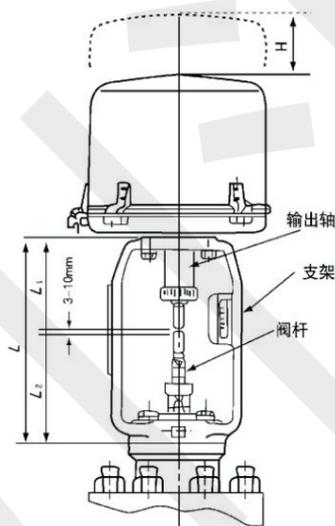

图5
5.1 由于执行器的配线、调整及检查维护等工作需要拆卸护罩，因此在安装时，执行器顶部应留有一定的空间(见图5),应留空间尺寸H见表2
5.3 执行器通过支架和调节阀联结后,用开合螺母连接输出轴和阀杆时,输出轴的下端与阀杆的上端之间应留有 3 ~ 10mm 距离 (见图5)。